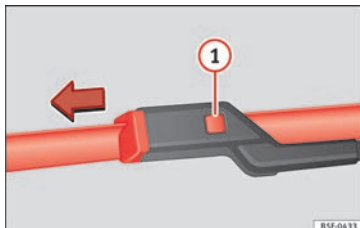

Fig. 80 Cambio de las escobillas del limpiaparabrisas.
- Mantenga presionada la tecla de desbloqueo » fig. 80 ❶ tirando ligeramente de la escobilla en el sentido de la flecha.